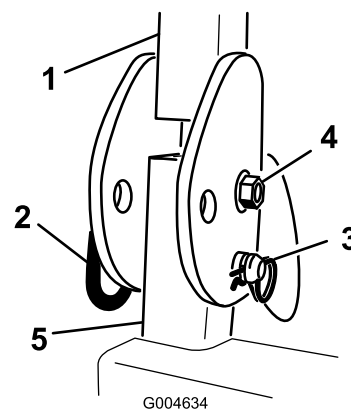

Figura 58
1. Retire el perno, la tuerca, la claveta y el pasador que sujetan cada conjunto del ROPS a los postes del ROPS (Figura 58). Retire el conjunto del ROPS.